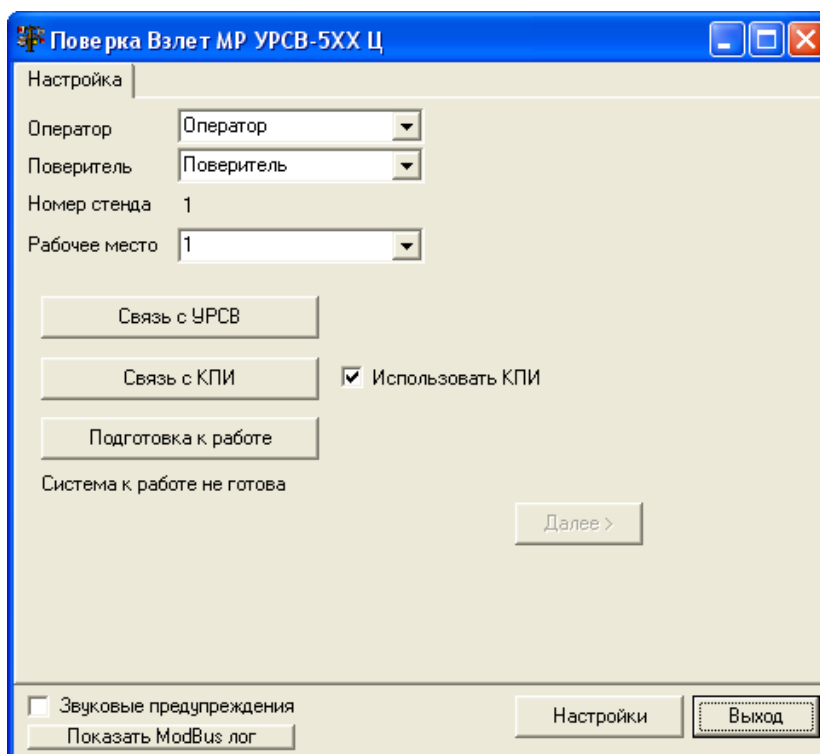

Рис.22. Основное окно программы после запуска.
- 2.6.1. На компьютере запустите программу «Поверка ВЗЛЕТ МР УРСВ-5хх ц». На экране монитора появится основное окно программы (рис.22).